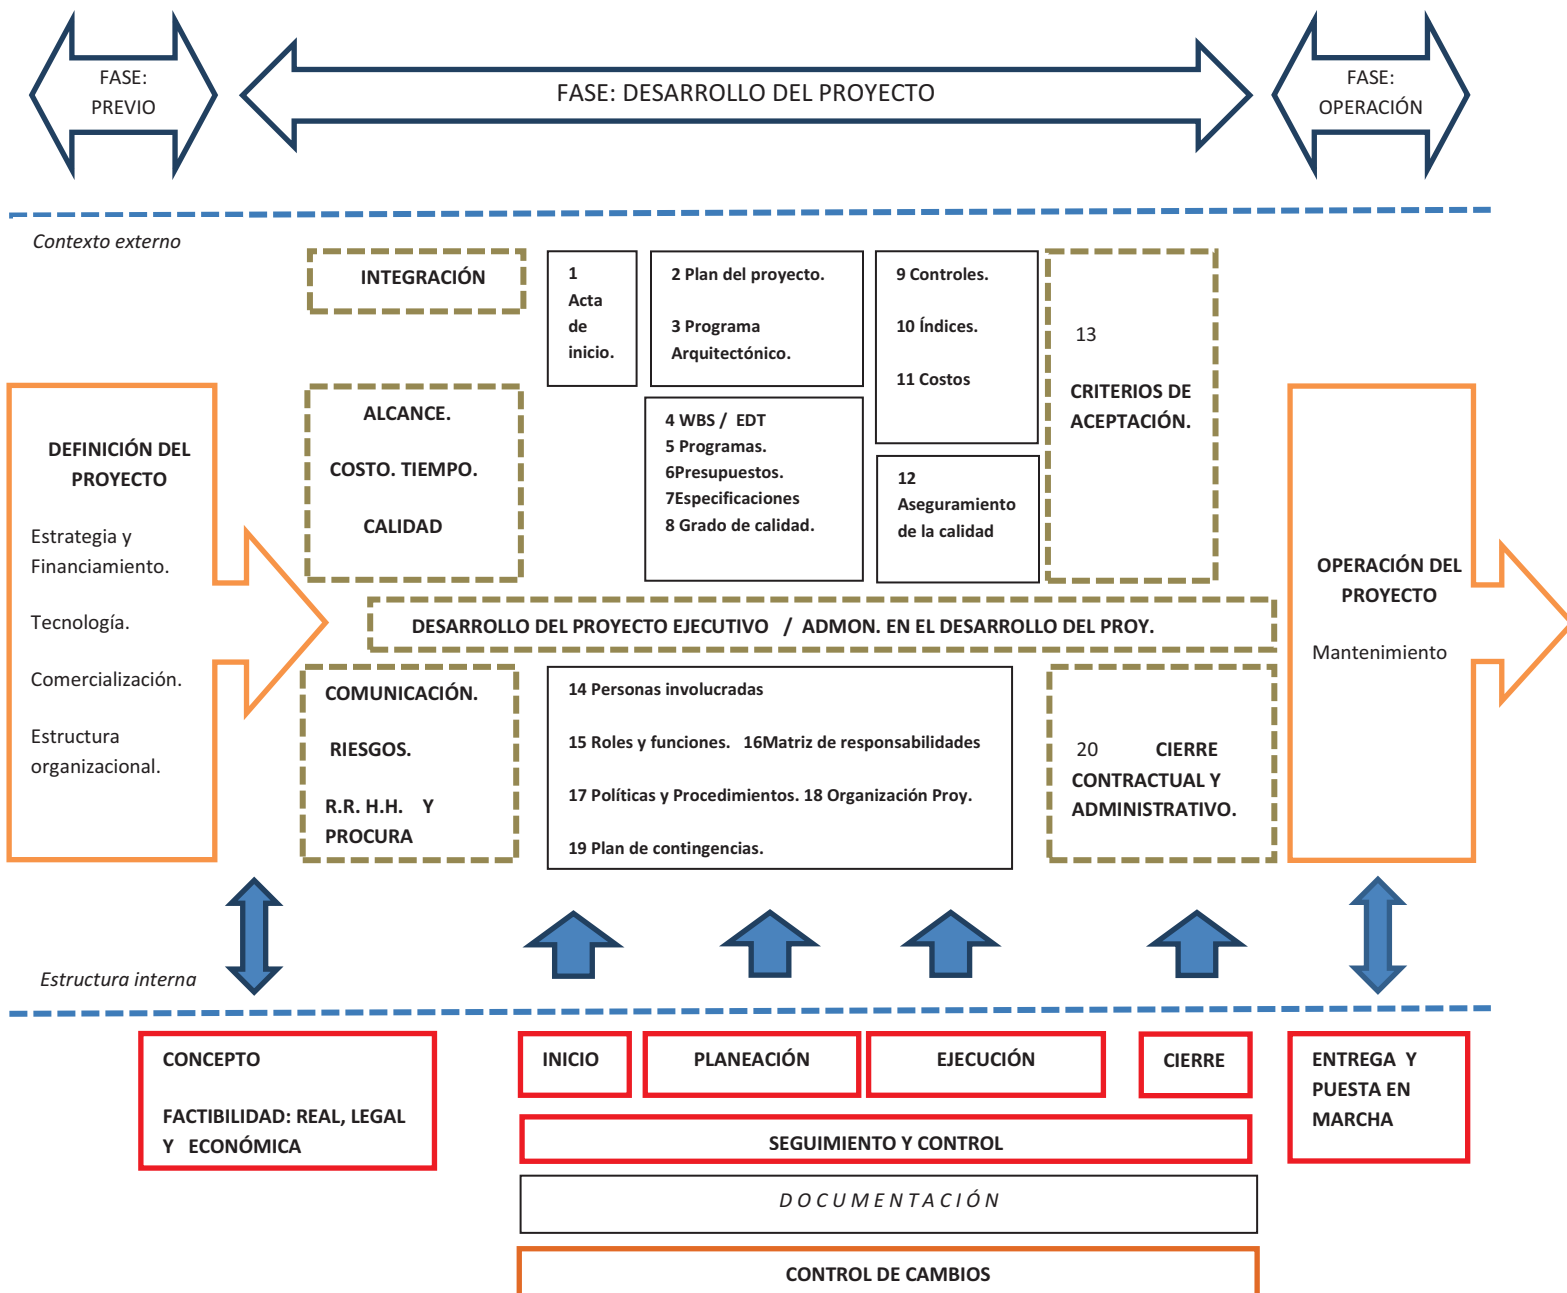

Figura 7.6.- Esquema general del sistema propuesto para la aplicación de la gerencia de Proyectos en la actividad de Arquitecto como Gerente de Proyecto:
En la siguiente parte se da el detalle de dicha participación, desglosando las áreas, procesos básicos, fases, así como las tres etapas globales, según la figura 7.6.- Esquema general del sistema propuesto para la aplicación de la gerencia de Proyectos en la actividad de Arquitecto como Gerente de Proyecto.
7.6.2.- Para explicar la segunda parte, a continuación se presenta la figura 7.6.- Esquema general del sistema propuesto para la aplicación de la gerencia de Proyectos en la actividad de Arquitecto como Gerente de Proyecto, la cual incluye como un resumen la integración de todas las fases, etapas, procesos dentro de un Proyecto, desglosando las actividades del Arquitecto ya como los 20 procesos básicos, pero ligados a las 3 etapas de un Proyectos y a las 5 fases que integran el desarrollo del Proyecto, se incluyen algunos temas adicionales como son la Factibilidad, documentación para completar el esquema.
De acuerdo al contenido del capítulo anterior donde se expone un Sistema propuesto para el desarrollo de la Administración de Proyectos con un enfoque de Arquitectura, ver *Figura 7.6.- Esquema general del sistema propuesto para la aplicación de la gerencia de Proyectos en la actividad del Arquitecto como Gerente de Proyecto*. Se presentan como anexos, ejemplos de la aplicación según la etapa de desarrollo, se toman en cuenta los diversos procesos y etapas como parte del plan general del sistema, así como la aplicación en diferentes universidades, instituciones y empresas.